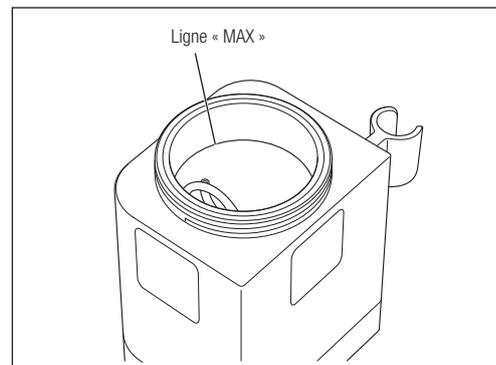

Fig. 24
1) Sélectionnez la chambre et la poudre qui seront utilisés avec ce mode. Remplissez la chambre de poudre jusqu'à la ligne « MAX » (soit environ 80 g de FLASH pearl ou 50 g de poudre Perio-Mate) (Fig. 24).